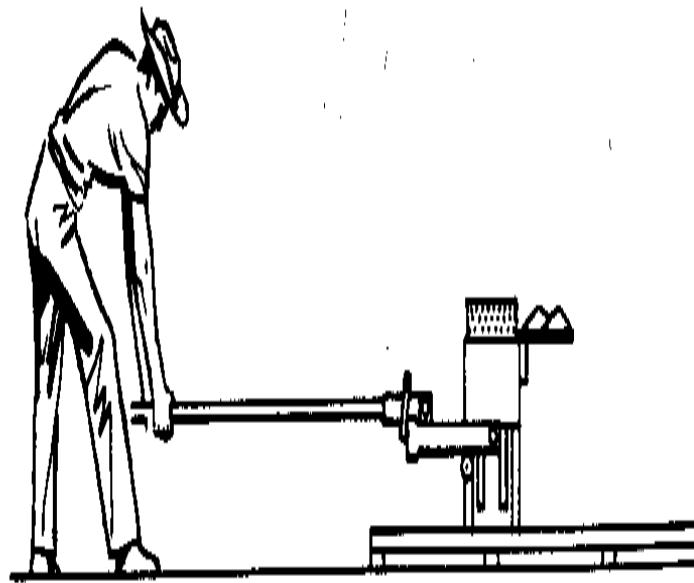

Fig. 12 - Ejecting the Block.
(12) Deprima la palanca firmemente para arrojar el bloque (vea Fig. 12) . Si el bloque es resquebrajado o deformado, él,